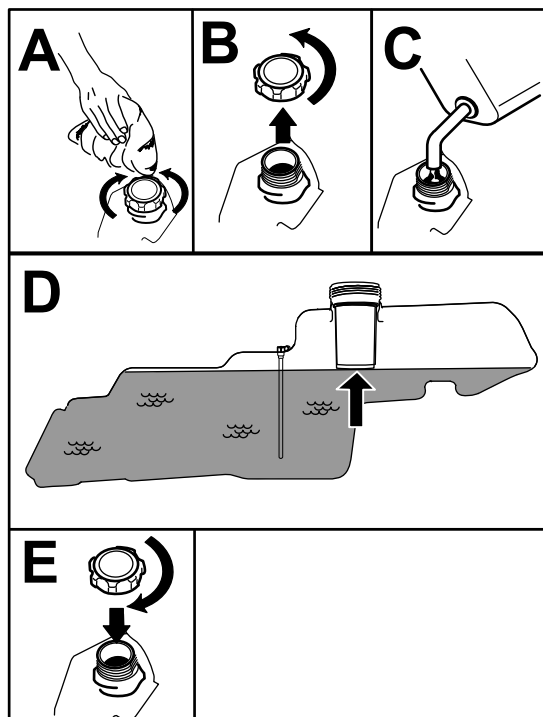

Figura 8
- Encha o depósito de combustível até à extremidade inferior do tubo de enchimento (Figura 8).